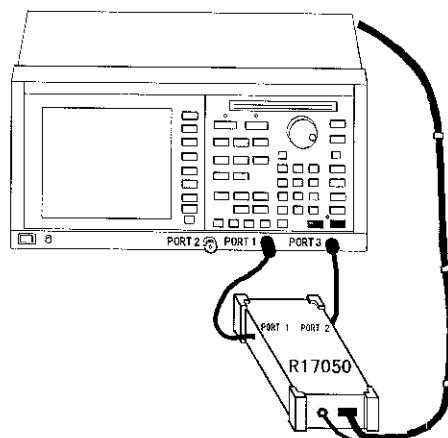

図 2-12 RF ポートの接続
- ⑤ 本器の RF ポートと、ネットワーク・アナライザの PORT1, PORT3 を接続します（図 2-12 参照）。